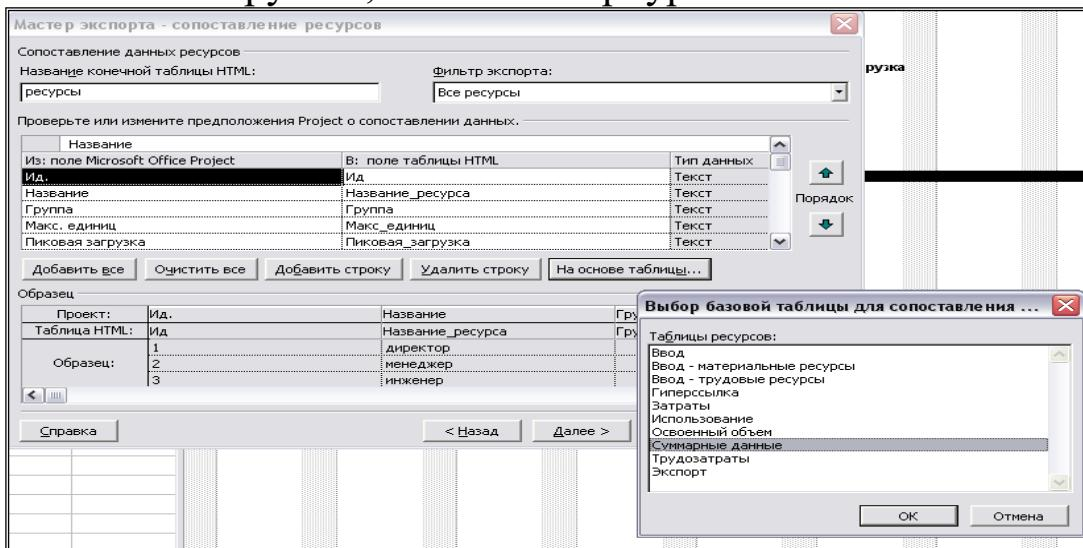

Рис. 40. Выбор таблицы для сопоставления ресурсов
5. В диалоговом окне «Мастер экспорта – сопоставление ресурсов» также необходимо назвать новую таблицу (например, *ресурсы*) и выбрать для экспорта данные о ресурсах. Через кнопку «На основе таблицы», выбрать таблицу «Суммарные данные» рисунок 40. При сопоставлении полей удалить, например, следующие поля «Ид.», «Пиковая загрузка», «Ставка сверхурочных».